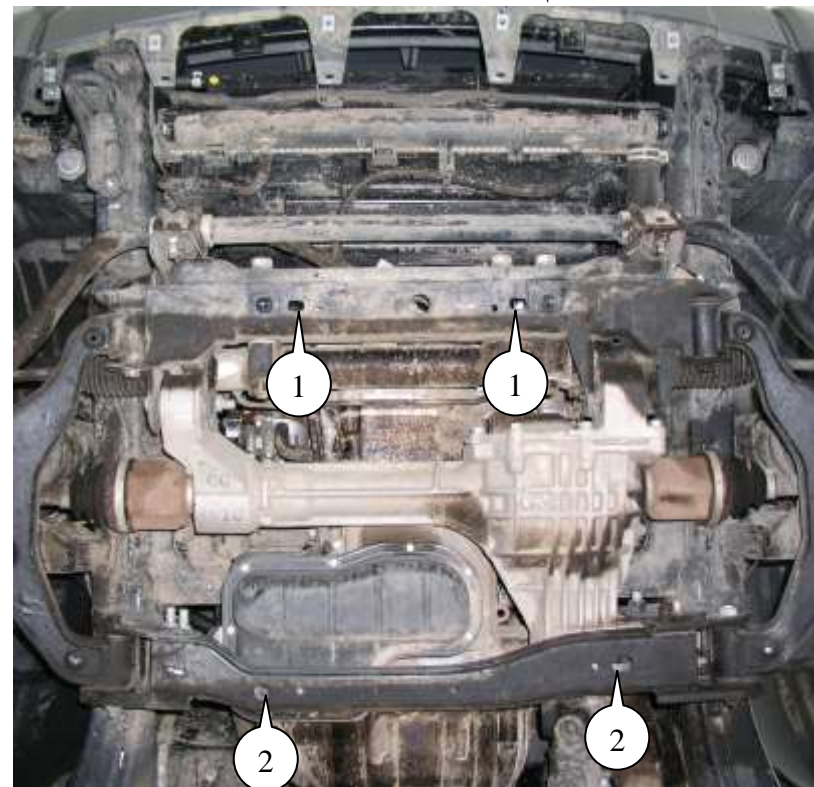

рис.1
2. Установить крепеж 12 через центральное отверстие в боковые отверстия передней балки крепления передних рычагов (рядом с штатными гайками М6) и наживить гайки 7 с шайбами 9, поз.1, рис.1.
3. Установить крепеж 11 в боковые отверстия задней балки крепления передних рычагов и наживить гайки 7 с шайбами 9, поз.2, рис.1.